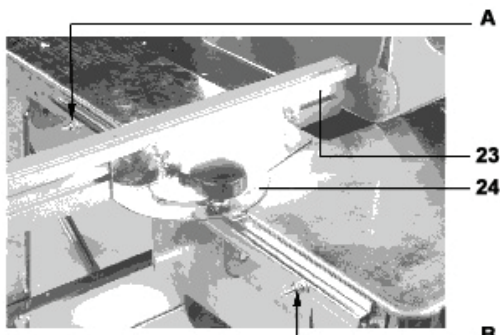

Fig. 18
- Insérez la pièce montée dans la glissière et montez-la à l'aide de deux vis hémisphériques M6x30 avec tige carrée, deux rondelles M6 et deux vis femelles M6 dans la position A et B. Vissez les vis alternativement, jusqu'à ce que la pièce 24 soit fixée. Desserrez ensuite les écrous pour que la pièce 24 puisse bouger librement dans la glissière (voir fig. 18).